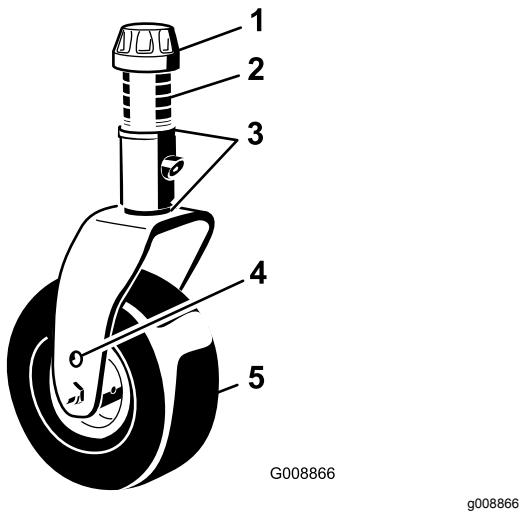

Figura 28
- Ajuste os calços de 3 mm na(s) forquilha(s) da roda giratória de forma que coincidam com altura de corte fixada no autocolante (Figura 28); consulte Ajuste da inclinação da plataforma do cortador \(página 72\).